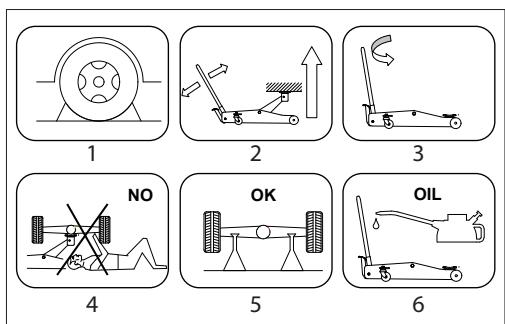

Fig. 05
- Stellen Sie sicher, dass sich niemand in dem anzuhebenden Fahrzeug befindet. Stellen Sie den Motor ab und ziehen Sie die Handbremsen des Fahrzeugs an. Verwenden Sie Keile, um eine Bewegung des Fahrzeugs zu verhindern (Fig.05(1)). Steigen Sie nicht ins Fahrzeug ein und starten Sie nicht den Motor.
- Verwenden Sie den Wagenheber nie, um das Fahrzeug zu bewegen oder um es angehoben zu lassen. Bitte benutzen Sie stets Unterstellböcke (Fig.05(5)).
- Den Wagenheber immer so positionieren, dass dessen Bedienung von unterhalb des Fahrzeugs ausgeschlossen ist (Fig.05(4)).
- Pumpen Sie mit der Hebelstange oder dem Fußpedal den Heber auf die gewünschte Höhe (Fig.05(2)). Achten Sie darauf, dass das Hydraulikventil geschlossen ist.
Zum Ablassen der Last drehen Sie die Hebelstange langsam gegen den Uhrzeigersinn und (Fig.05(3)).